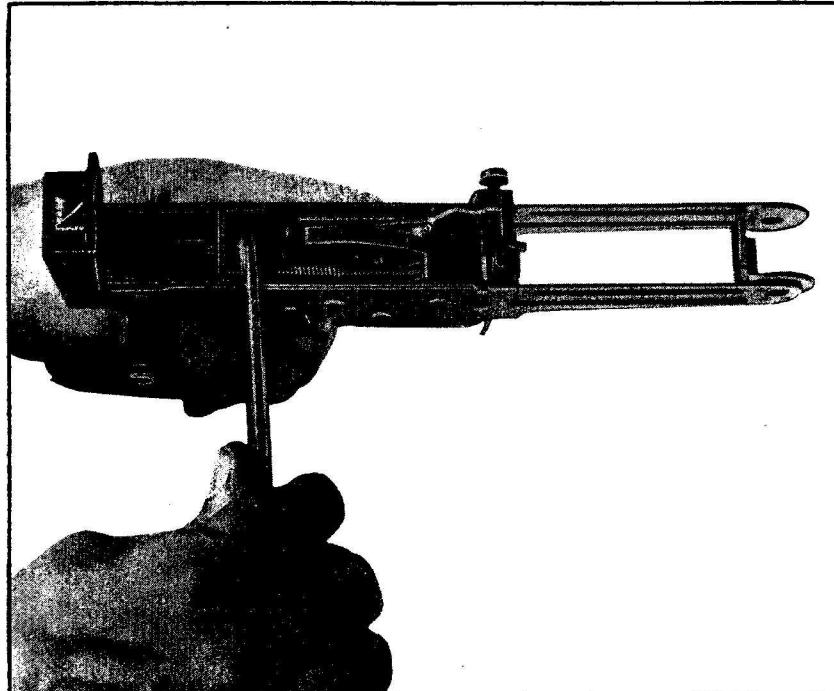

Fig. 58
Togliere la vite impugnatura con chiave 102 (fig. 58).
Using key 102 unscrew pistol grip (figure 58), remove it.